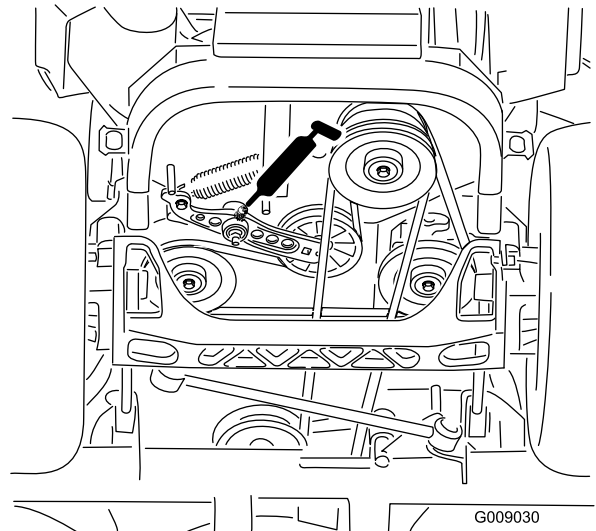

Figura 49
6. Engrase el brazo tensor de la correa de la carcasa (Figura 49).